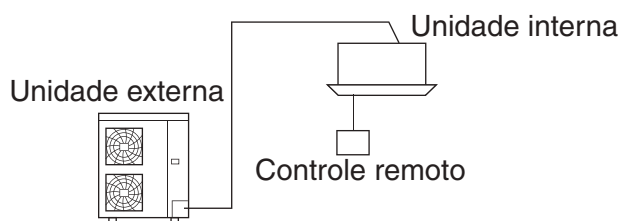

**Fig. 1**
- Após abrir a tampa da caixa de controle, meça a tensão residual entre os pontos mostrados **Fig. 1** na Placa de circuito impresso através do testador sem tocar a parte viva e confirme que a tensão residual seja de DC 50 V ou abaixo.